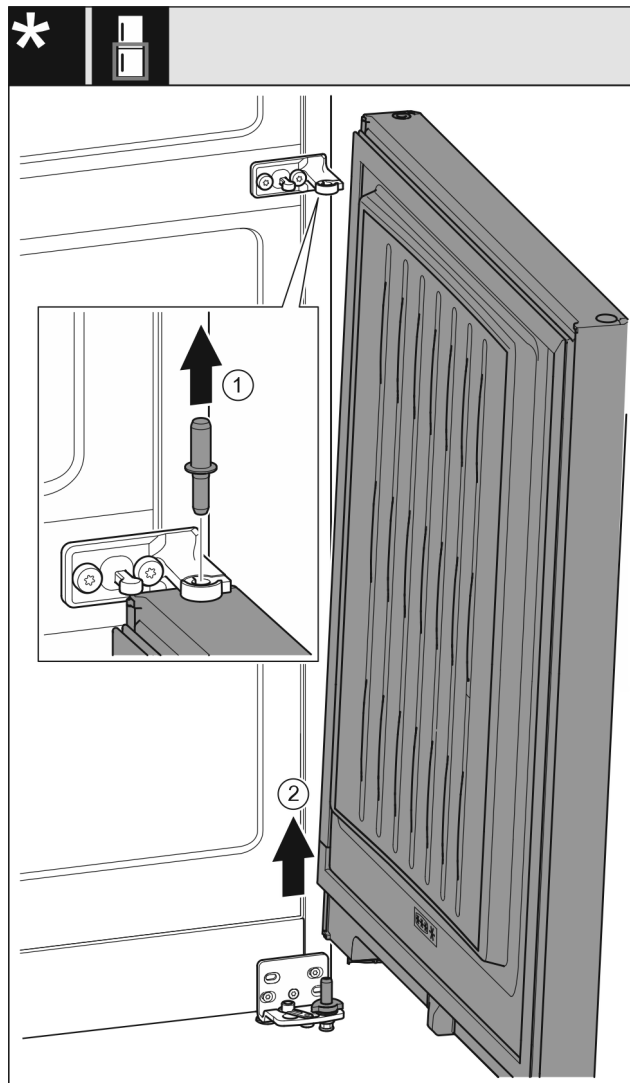

Fig. 9 Bez tlumiče zavírání
- ▶ Čep Fig. 9 (1) vytáhněte nahoru.
- ▶ Dveře Fig. 9 (2) kývním vysadíte a odložte stranou.